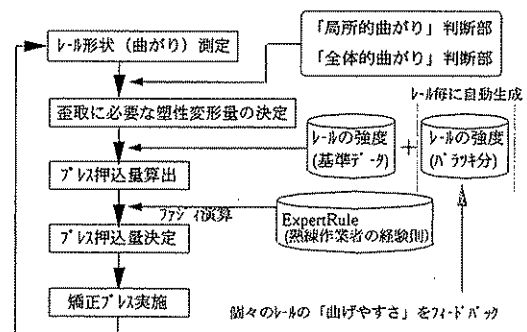

図3 自動歪取機の制御方式
- 5) 熟練作業者の経験則 (Expert Rules) を持ち、ファジィ演算により最終的な押し込み量を決定という点がある。制御方法の概略図を図3に示す。